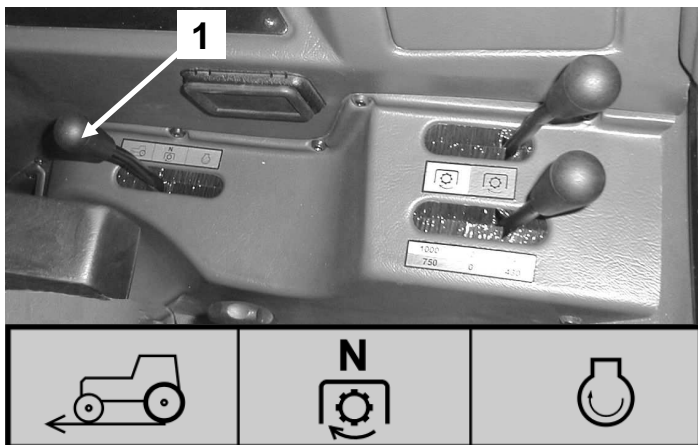

Рисунок 4-31 Рычаг выбора режима работы ВОМ (переключение на зависимые-независимые обороты) и пиктограмма
- перевести рычаг 1 (рис. 4-31) вперед - по направлению передвижения трактора;
- перевести рычаг 1 (рис. 4-31) назад;
ВНИМАНИЕ! Центральное положение рычага 1 (рис. 4-31) является нейтральным положением. Если оставить выключатель в этом положении, привод ВОМ выключится.